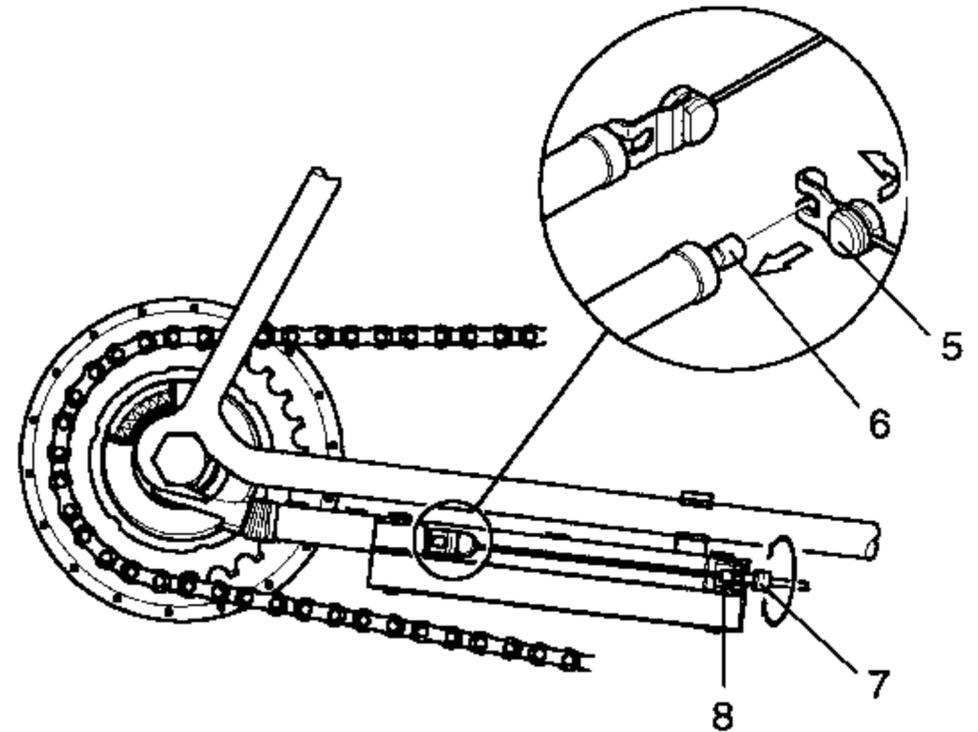

Bild 21
- Verbindungslasche (5) auf den Rastbolzen der Federhülse (6) setzen und umklappen (Bild 21)
- Einstellschraube (7) mit Sechskantmutter in die Aussparung (8) im Clickstick einsetzen